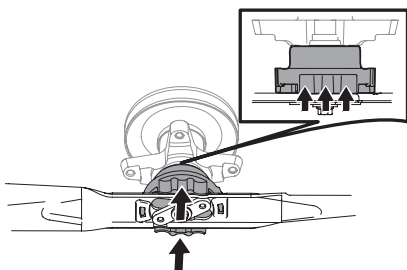

Figure 1
3. Poussez la bague de verrouillage vers le haut et retenez-la. Voir Figure 1.